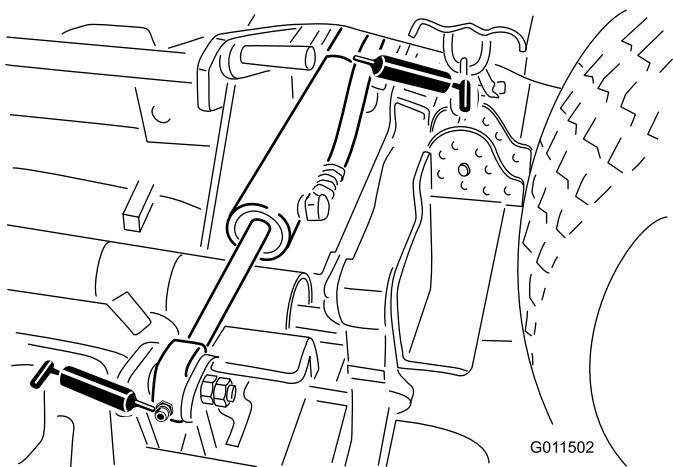

Figura 46
Cilindro di sollevamento laterale (4) (Figura 46).